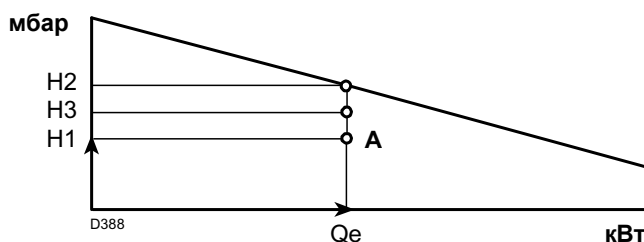

Рис. 41
точка А, которая должна оставаться в рабочем диапазоне (Рис. 41).
- 4 -Провести вертикальную линию из точки А, Рис. 41, и найти максимальное давление H2 рабочего диапазона.
Если H3 больше H1, как на Рис. 41, то горелка может производить требуемый расход.